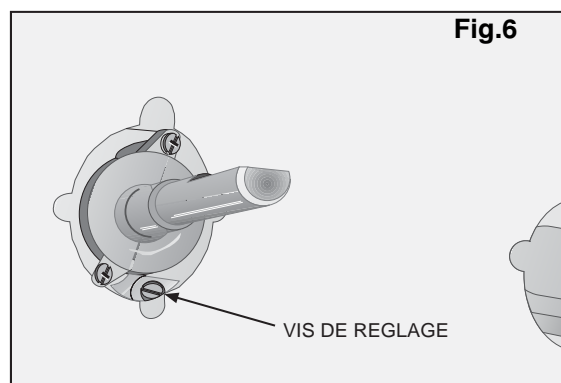

Fig.6
4. La vis de réglage du débit réduit de chaque brûleur est située sur le corps du robinet (**Fig.6**).